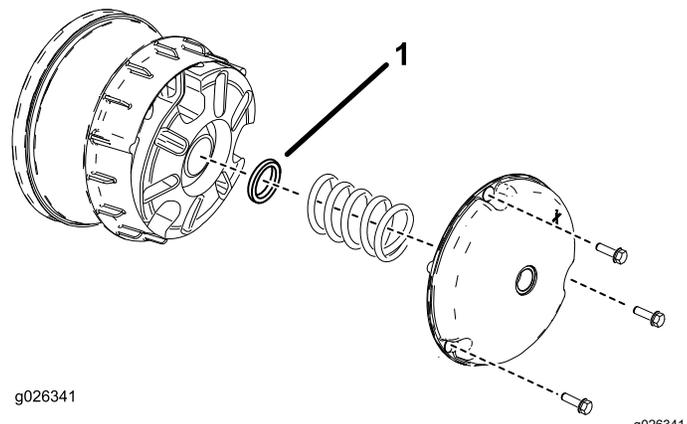

Figura 65
2. Rimuovete i bulloni che fissano il carter della frizione principale come illustrato in Figura 65.